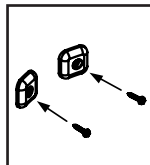

FIGURA 5
4. Tome dos soportes de manija y dos tornillos de 1". Coloque los tornillos a través del orificio suministrado en el centro de cada soporte. **FIGURA 5.**